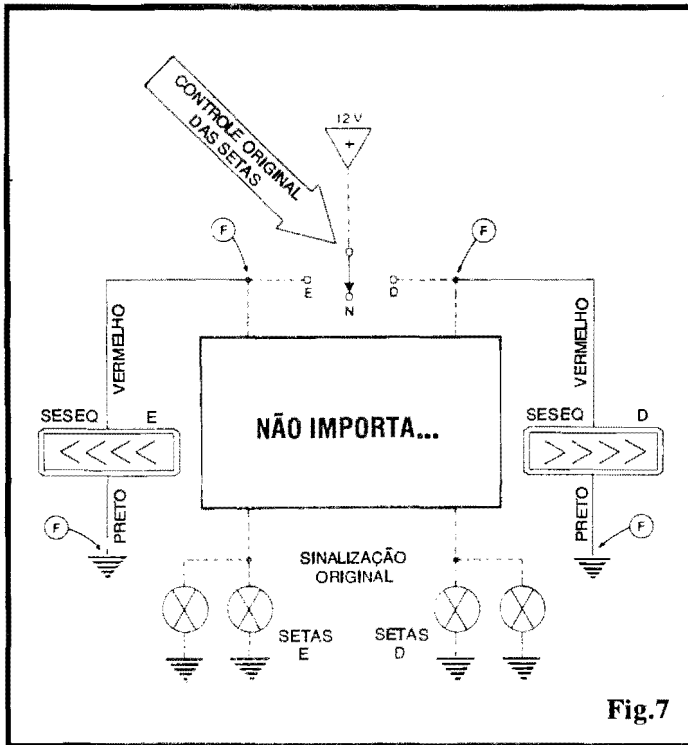

Fig.7
- **FIG. 7 - UMA DAS POSSIBILIDADES DE INSTALAÇÃO ELÉTRICA...** - Se a chave de controle original das setas normais de direção tiver o seu terminal ativo diretamente ligado ao positivo do sistema elétrico de 12V do veículo, absolutamente não importando o método de alternância ou intermitência utilizado para o comando inter-